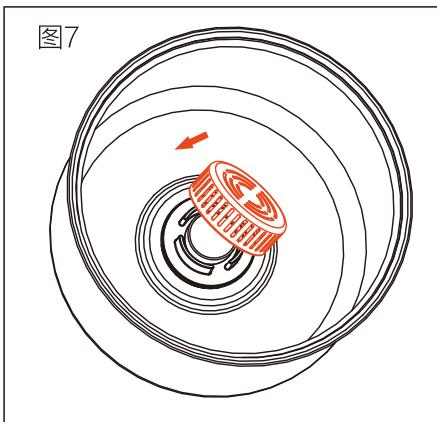
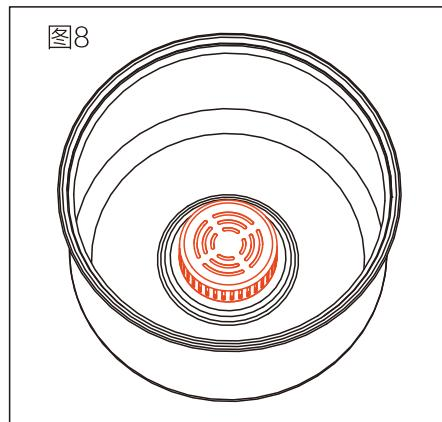

图7
图8
7、将过滤罩从内胆中直接向上提起即可取出清洗；清洗后将过滤罩罩口对准内胆中心水阀硅胶的一侧，盖上过滤罩并在过滤罩的对侧向下压（如图7），使过滤罩与内胆水阀硅胶完全扣紧（如图8）；否则过滤罩易脱落或造成食物堵塞出水阀；